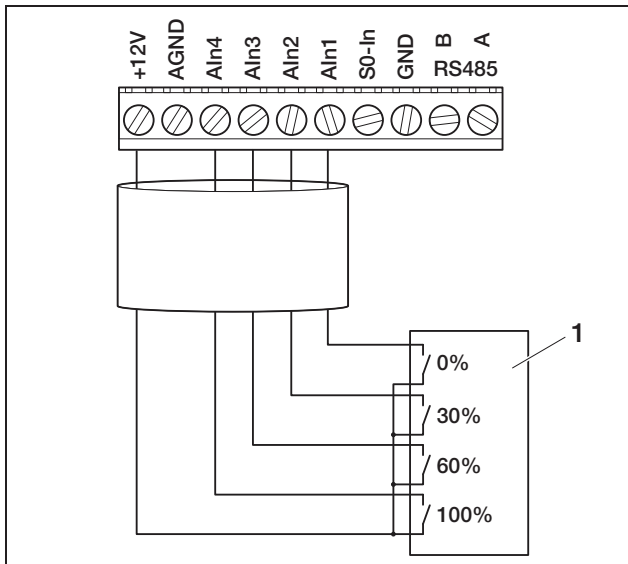

Abbildung 66: Anschluss des Rundsteuerempfängers an den Wechselrichter
- Schließen Sie die Leitungen vom Rundsteuerempfänger entsprechend der Anschlussbelegung (Abbildung 66 und Tabelle 10) an.